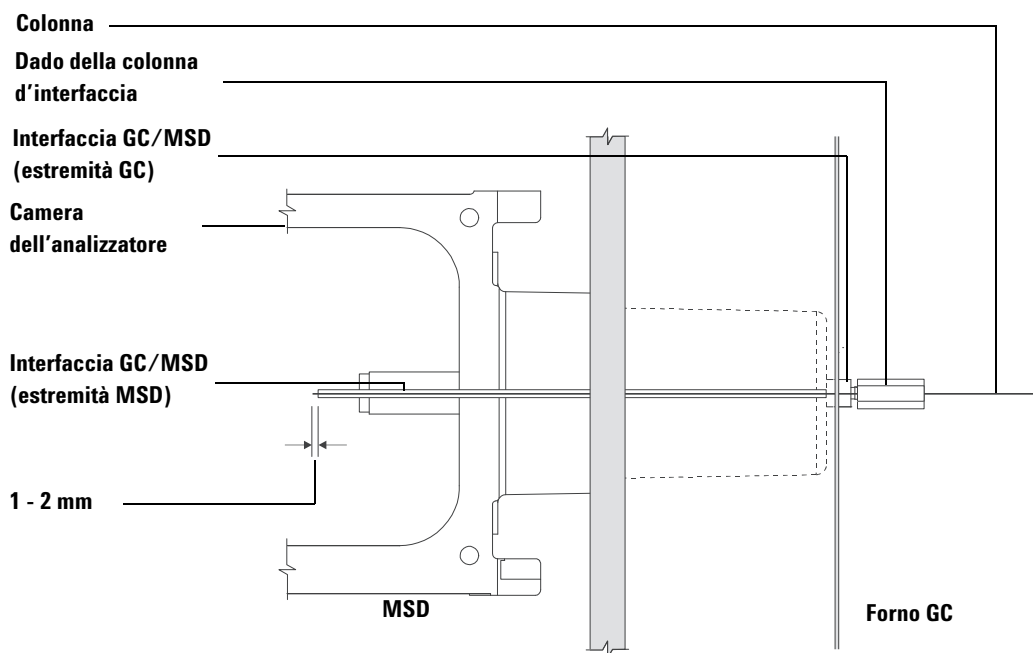

Figura 11 Connessione della colonna MSD - GC
- 10** Regolare la colonna in modo che sporga di 1–2 mm nella camera dell'analizzatore oltre l'estremità dell'interfaccia GC/MSD e stringere il dado manualmente. Vedere la Figura 11.